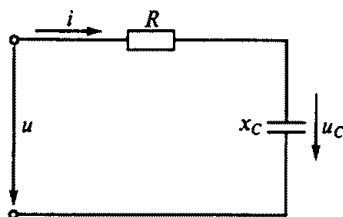

Рис. 105
3.62.Р. В цепи синусоидального тока на рис. 105 $R = 5$ Ом, а $x_C = 8,66$ Ом. Каким будет мгновенное значение общего напряжения u на зажимах этой цепи, если напряжение на емкости $u_C = 433 \sin(\omega t - 18^\circ)$?